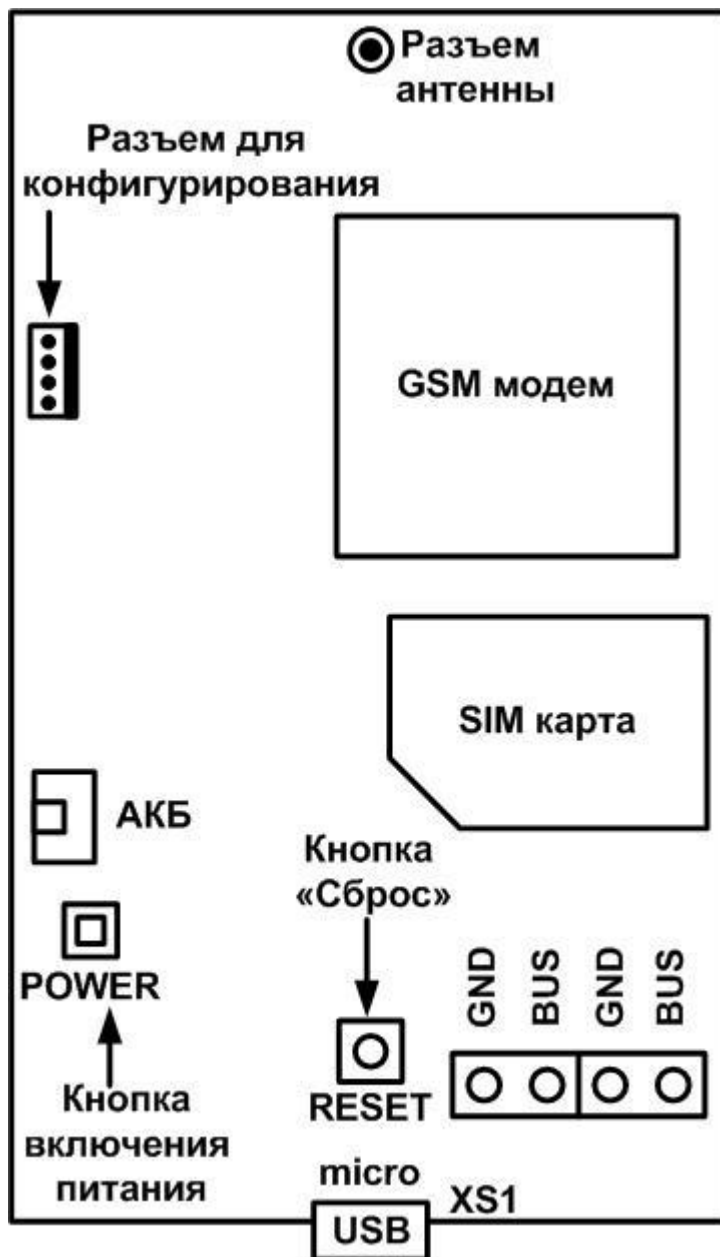

Рисунок 1. Общий вид платы «Орлан-М11» модуля «Орлан-М»
1. Обесточьте прибор (отключите питание кнопкой POWER (см. рис. 1), отключите конфигурационный кабель). Подождите порядка 20 сек.
- 9.1 Подайте питание, нажав кнопку POWER (см. рисунок 1).